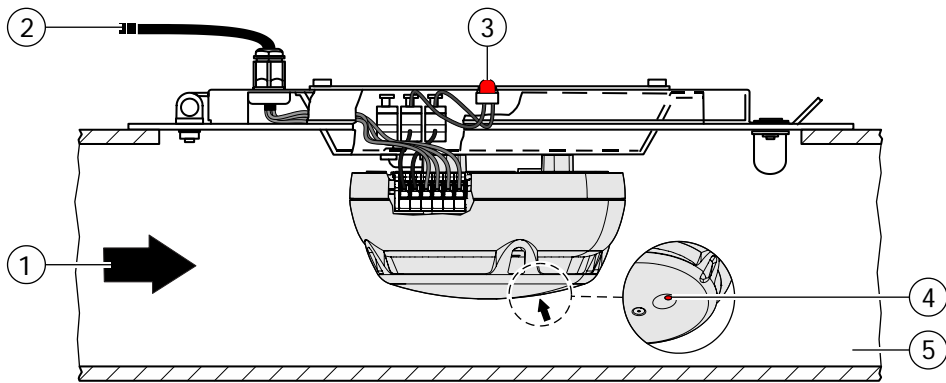

Fig. 1
- Air speed (Fig. 1,2/1): 1...20 m/s in accordance with EN 54- 27 (Type 1: Chapter 3.1.3).
- The internal alarm indicator must face in the opposite direction of the air flow direction (Fig. 1,2/4)
**1. Inaccessible ventilation ducts (Fig. 1)**
The 'detector installation kit for Sinteso detectors in ventilation ducts' (Fig. 1) is used for monitoring ventilation ducts with optical smoke detectors. It allows the detector in use to be inspected and replaced.
- Luftbewegungsgeschwindigkeit (Fig. 1,2/1): 1...20 m/s entsprechend EN 54-27 (Typ1:Kapitel 3.1.3)
- Interner Alarmindikator muss entgegen der Luftanströmrichtung liegen (Fig. 1,2 /4)
**1. Nicht begehbare Lüftungskanäle (Fig. 1)**
Der 'Meldermontagesatz für Sinteso Melder in Lüftungskanälen' (Fig. 1) dient zur Überwachung von Lüftungskanälen mit optischen Rauchmeldern. Er ermöglicht die Inspektion und den Austausch der eingesetzten Melder. Abmessungen des Lüftungskanals: 200 mm x 300 mm bis 1500 mm x 2500 mm.